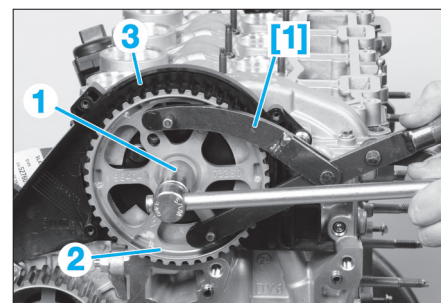
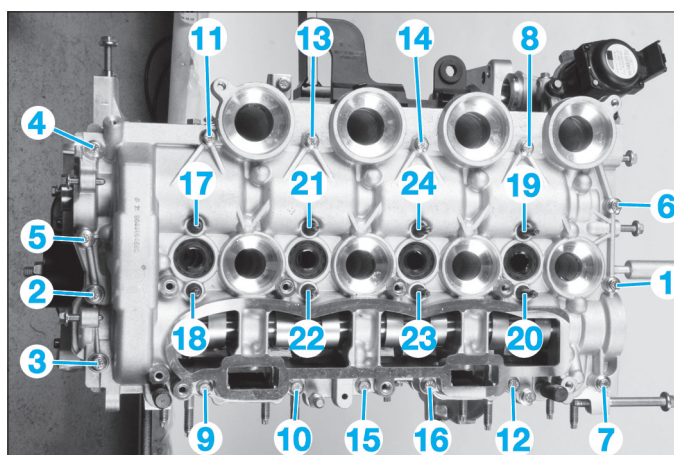

FIG. 66
FIG. 67
- Outil d'immobilisation de la roue dentée d'arbre à cames [1] (Fig.66).
- Immobiliser la roue dentée d'arbre à cames à l'aide de l'outil [1] (Fig.66).
- la vis (1) de la roue dentée (2) d'arbre à cames,
- la roue dentée (2) d'arbre à cames,
- le carter de distribution (3) côté bloc moteur et culasse,
- les vis de fixation de (1) à (16) du carter d'arbre à cames dans l'ordre préconisé (Fig.67),
- les goujons de (17) à (24) du carter d'arbre à cames dans l'ordre préconisé.
- Reposer la roue dentée d'arbre à cames (2) et sa vis de fixation (Fig.66).